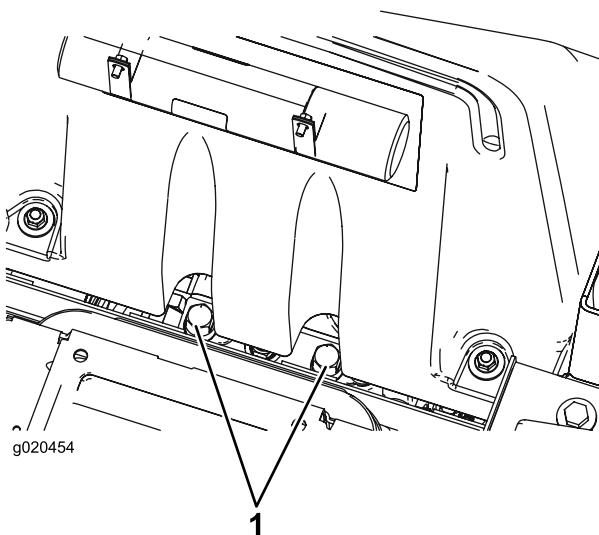

Рисунок 31
- Поднимите сиденье и найдите перепускные клапаны, расположенные под передней частью топливного бака (Рисунок 31).